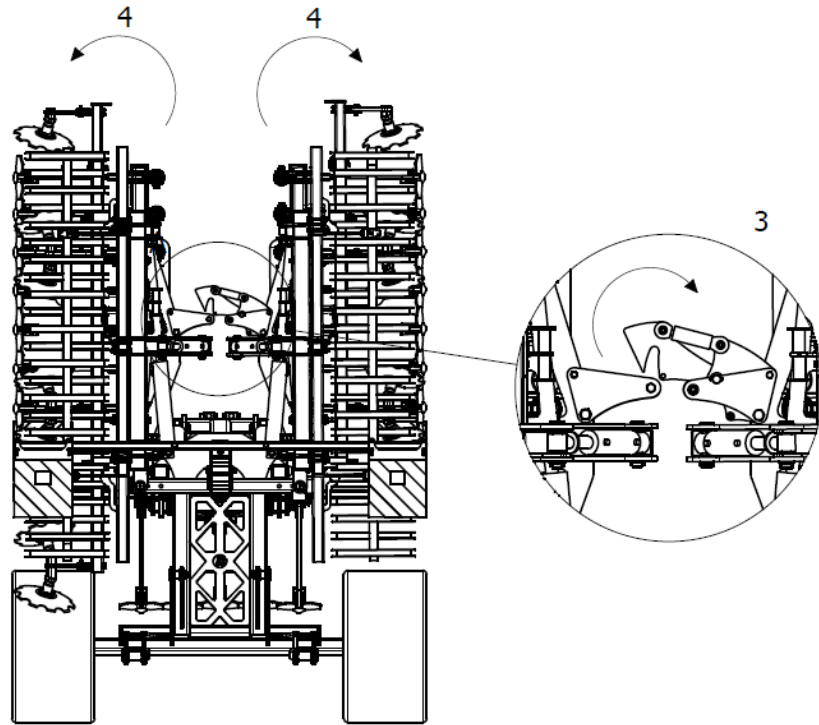

Abb. 14 Reihenfolge der Öffnung der Maschine: 3 - den Haken der hydraulischen Flügelverriegelung lösen, 4 - die Flügel der Maschine öffnen.
3. Nachdem Sie sich vergewissert haben, dass der Haken der hydraulischen Flügelverriegelung die Entriegelung der Maschinenflügel ermöglicht, können Sie diese vollständig öffnen (Abb. 14).